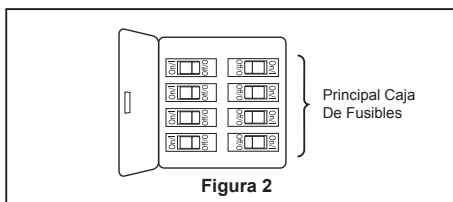

Figura 2
Para evitar una posible descarga eléctrica, asegúrese de cortar la alimentación eléctrica de la caja de fusibles principal antes de alambrado el ventilador. (Figura 2)
2. Coloque y ajuste firmemente la cubierta para el tornillo de la base sobre los tornillos de reborde de la abrazadera para colgar mediante el mecanismo de seguro por giro del chavetero. (Figura 2)
2. Coloque la aspa-lado B junto al aspa-lado A y alineando los orificios de la aspa con los orificios de la parte interior de la motor giratorio. Asegúrese de que la aspa-lado B esté completamente asentada en el motor giratorio e instale los 1/4"-20 tornillos con arandelas de seguridad y placa de pala, pero no los apriete por completo por el momento. (Figura 2)
2. Instale la ensamble del kit de iluminación en el soporte utilizando las dos ranuras principales de conexión. Vuelva a colocar el tercer tornillo y asegure los tres tornillos. (Figura 2)
2. Restaure la fuente de alimentación de la toma de corriente enciendo la electricidad del fusible principal. (Figura 2)